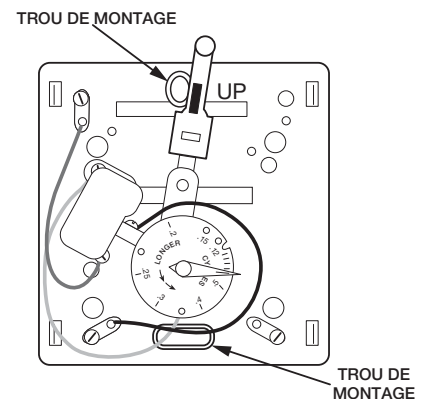

Figure 24.5
- e. En utilisant le matériel inclus dans la boîte avec le thermostat, la vis de l'allié de la plaque au mur (**Figure 24.5**).